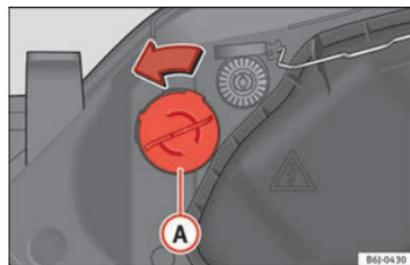

Fig. 103 Indicatore di direzione
- Ruotare il portalampadine » fig. 103 Ⓐ verso sinistra e tirare.